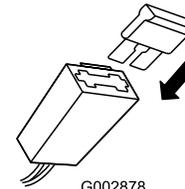

Bild 9
- Setzen Sie die Sicherung (von den losen Teilen) in den Sicherungshalter ein (Bild 9).